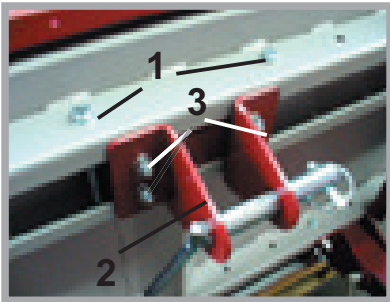

Abb. 1
- die 6 Stück Sechskantschrauben (1) aus den Kufen entfernen
- Baugruppe Oberlenkeraufnahme (2) in die obere Kufe schieben, mittig ausrichten und mit 4 Stück. Muttern (3) befestigen (siehe Abb. 1)
- 2 Stück Sechskantschrauben (1) (siehe Abb. 1) anziehen